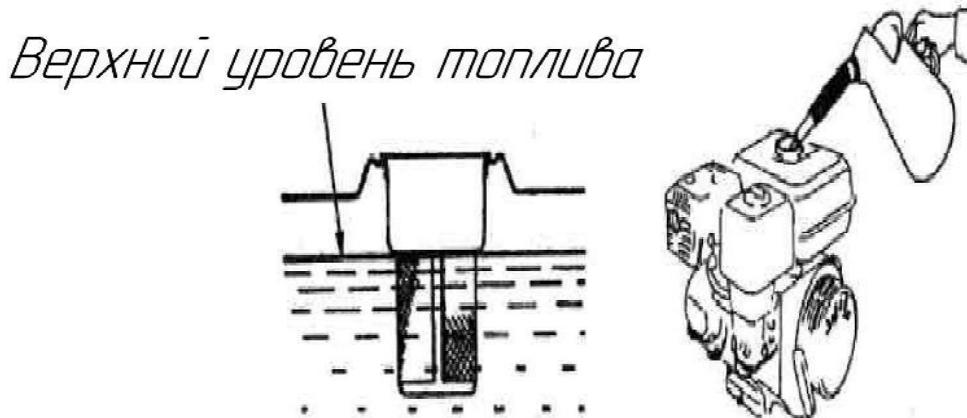

Рисунок 4. Контроль уровня топлива
- откройте крышку топливного бака и проверьте уровень топлива (*рисунок 4*);